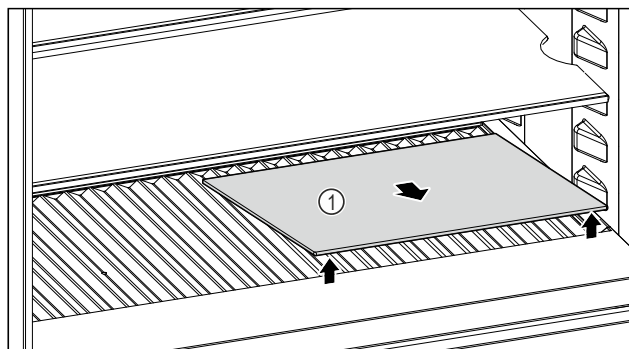

Fig. 254
- Løft glaspladen Fig. 254 (1) i udsparringen foran, og tag den ud.
- Opbevar glaspladen Fig. 254 (1) forsvarligt uden for enheden.